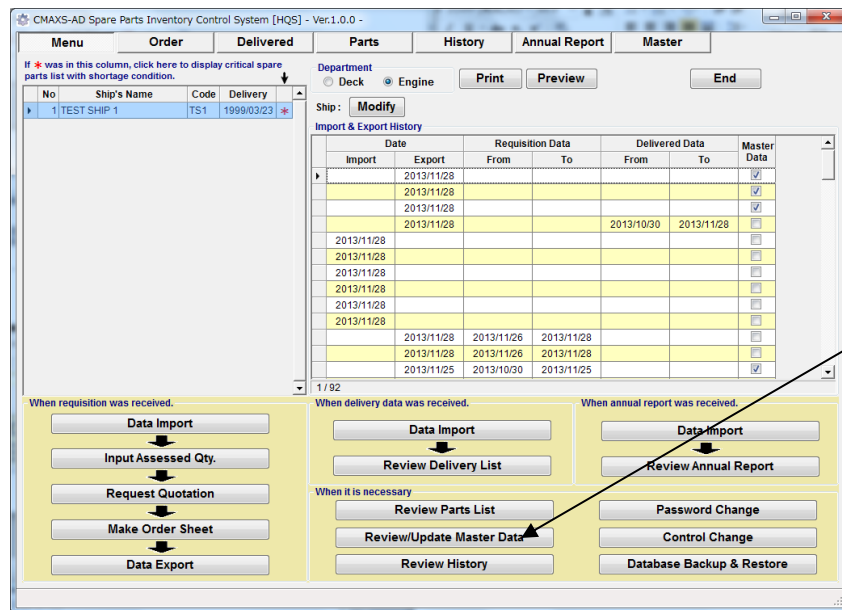

図 13-1 Menu 画面
(1) “Menu 画面”(図 13-1)上で [Review / Update Master Data]を選択します。
- (1) “Menu 画面”(図 13-1)上の [Review/Update Master Data]を選択します。